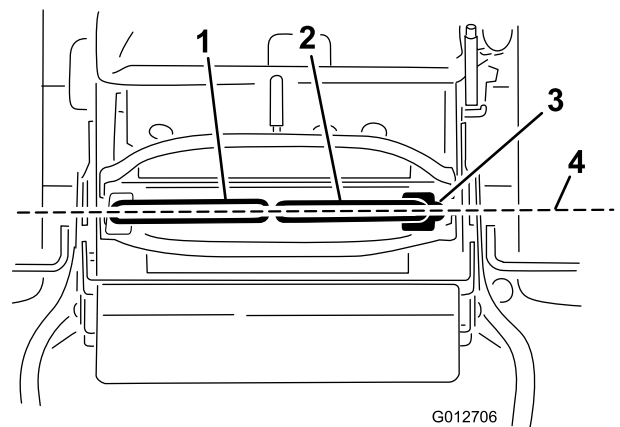

Figure 70
Important: Vérifiez que l'alignement de la machine est correct après avoir réglé les leviers de commande de déplacement. La procédure est identique pour régler l'alignement et aligner les leviers de commande de déplacement longitudinalement (Figure 70).
1. Une fois le réglage horizontal terminé, contrôlez l'alignement avant/arrière en poussant légèrement les leviers de commande vers l'avant pour rattraper le mou de la timonerie des leviers de commande (Figure 70).